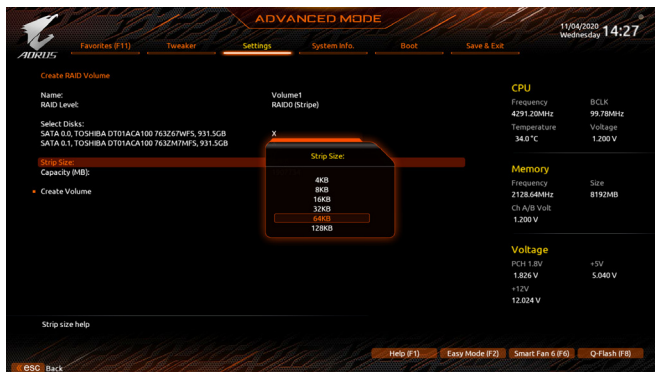

図 4
**Select Disks**の項目で、RAID アレイに含めるハードドライブを選択します。選択するハードドライブの <Space> キーを押します(選択したハードドライブには「X」が付いています)。ストライプブロックサイズ (図 4) を設定します。ストライプブロックサイズは、4KB から 128KB まで設定できます。ストライプブロックサイズを選択したら、ボリューム容量を設定します。